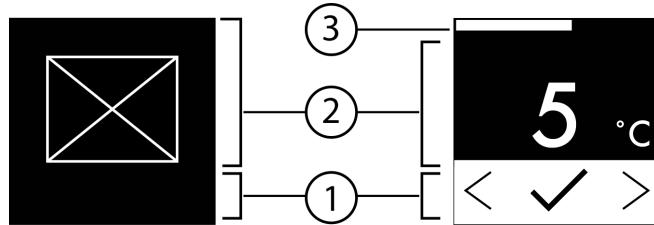

Fig. 6
► Durum: Etkinleştirilmiş Fig. 6 (1) kısa süreliğine alt menüde () görüntülenir.